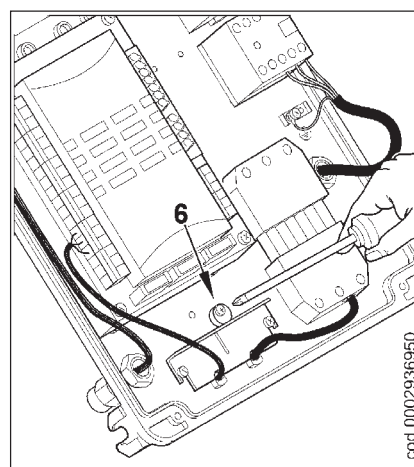

Fig. 3
- 3) Repositionner la plaquette serre-câbles (fig. 3). Tourner l'excentrique (6) de manière à ce que la plaquette exerce une pression adéquate sur les deux câbles, puis serrer les vis qui fixent la plaquette. Connecter enfin la fiche à 7 pôles et les câbles de commande de modulation